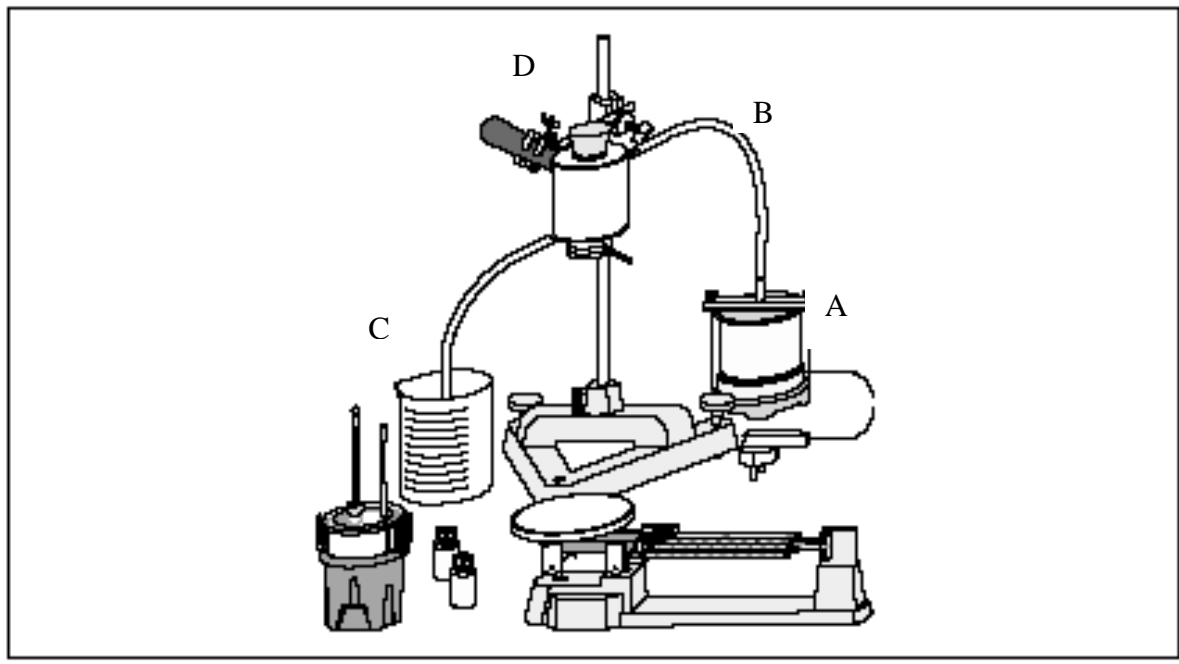

Fig. 5: Esquema da montagem do calorímetro.
Monte a experiência tal como é indicado na Fig. 5.
1- Encha de água o recipiente do gerador de vapor (A na Fig. 5)
2- Ligue os tubos do recipiente de aquecimento (B na Fig. 5) e recipiente de vidro (C na Fig. 5).
- 3- Encha o recipiente (D na Fig. 5) com o material cujo calor específico c_1 pretende determinar e tape com a rolha.